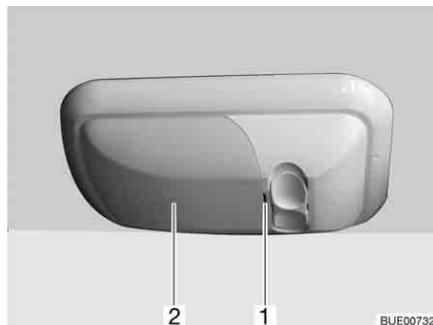

Bild 220 Kochstellenleuchte
- Abdeckung (Bild 220,2) vorsichtig mit einem geeigneten Werkzeug (z. B. Schraubendreher) an der Einkerbung (Bild 220,1) aushebeln und abnehmen.